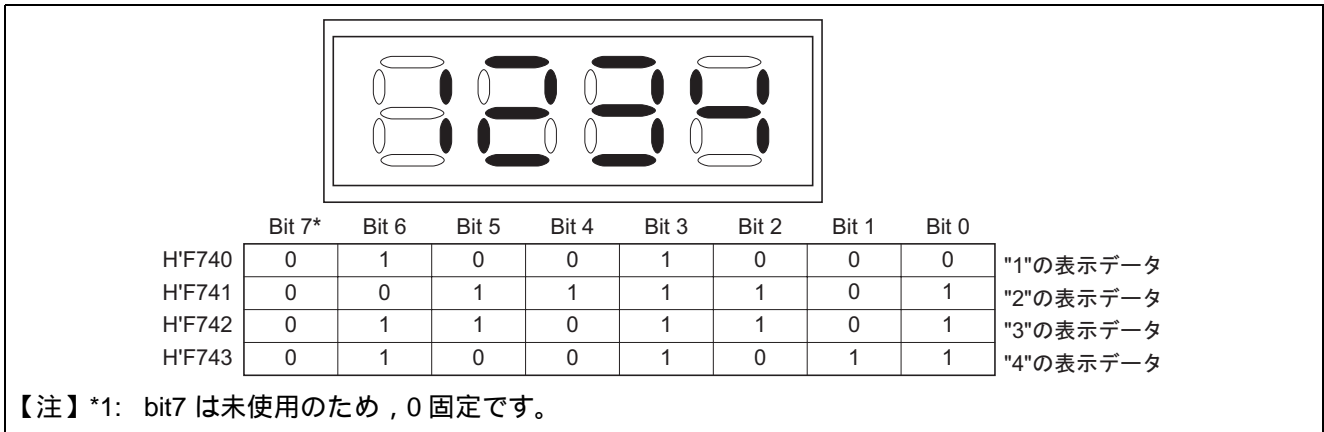

図 5 LCD 表示と LCD RAM 設定値の関係
(6) 図 5 に本タスク例で使用する 4 桁 7 セグメント LCD の表示と LCD RAM 設定値の関係を示します。図 5 に示すように LCD RAM を設定することにより 4 桁 7 セグメント LCD に "1234" を表示します。